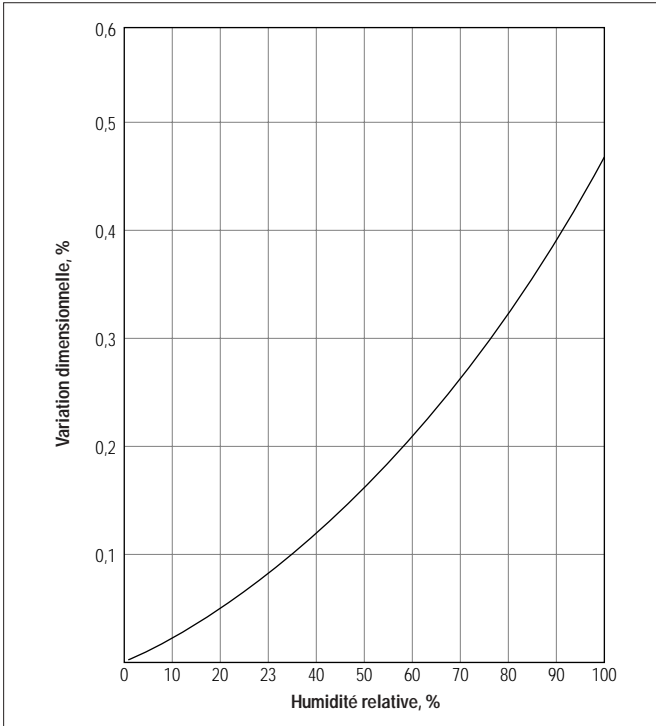

Fig. 26 Semi-produits polyimide SP1 et SP21: variation dimensionnelle type à l'équilibre à 23°C en fonction de l'humidité relative
Les figures 26 et 27 montrent l'effet des modifications d'humidité relative (HR) à 23°C sur les dimensions des pièces usinées et formées directement. C'est uniquement après être parvenue à l'équilibre dans un milieu spécifique qu'une pièce atteint sa variation dimensionnelle maximale à un niveau d'humidité relative donné. Pour une pièce parfaitement sèche atteignant l'équilibre à 100% de HR et 23°C, la variation maximale résultante est d'environ 0,5% ou 0,005 mm/mm.